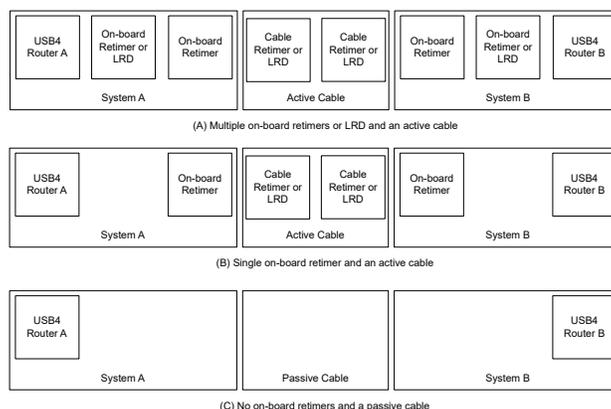

図 35. システムとケーブルの使用事例
- (1) USB4 Gen2 は、最大 2m の USB-C パッシブ ケーブルをサポートしています。USB4 Gen3 と USB4 は最大 0.8m のパッシブ USB-C ケーブルをサポートしています。
場合によっては、ルーターと USB-C レセプタクルの間の挿入損失が大きすぎるという問題を克服するため、リタイマ (RT) と呼ばれるシグナルコンディショナが必要になることがあります。USB4 仕様では、ルーターと USB-C レセプタクルの間に最大 2 つのリタイマを配置できます。USB4 仕様では、第 2 のリタイマの代わりに、ルーターと USB-C レセプタクルの近くのリタイマの間にリアリドライバ (LRD) を配置できます。図 35 に、各種使用事例を示します。